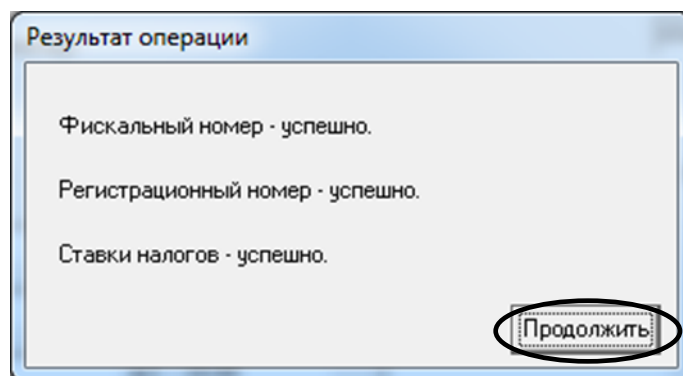

Рисунок 21
5.8 З'явиться вікно (рисунок 21). Натиснути кнопку «Продолжить».